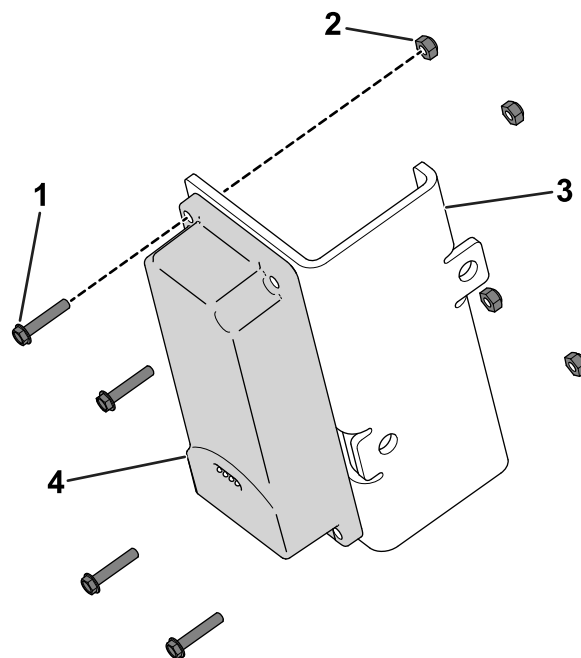

図 11
1. 六角ボルト (#10 x 1") 4本とロックナット (#10)4個を使って、テレマティクスデバイスをデバイス ブラケットに固定する(図 11)。